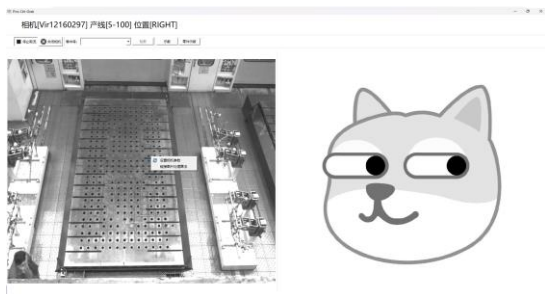
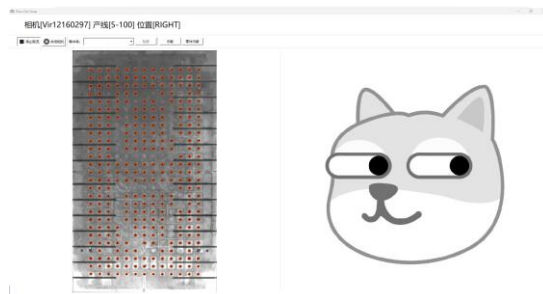

图 2.7.3 相机画面菜单栏
图 2.7.4 相机实时画面处理结果
- g) 右击相机实时画面弹出菜单栏，如图 2.7.3 所示。点击菜单栏中“连接图片处理算法”按键，可以根据示教参数实时处理相机画面，标注顶棒的识别结果，如图 2.7.4 所示。